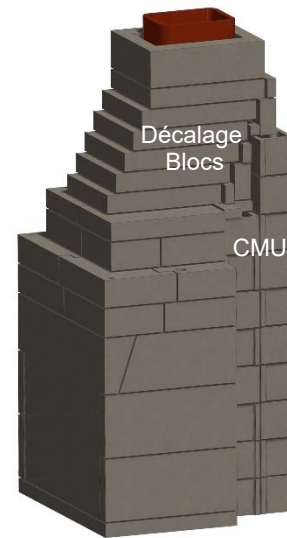

Figure 20. Blocs de décalage et support CMU
C. La cheminée est complétée en empilant autant de sections de conduit que nécessaire pour atteindre la hauteur de la cheminée. Le conduit de cheminée peut être soit droit à travers le plafond et à travers le toit, ou si le foyer est installé sur un mur extérieur, la cheminée peut être extérieure à la maison. Lorsque cela est nécessaire, des blocs de déviation peuvent être utilisés pour la cheminée et doivent être conçus pour soutenir structurellement la déviation avec des CMU ou des poteaux en acier fabriqués sur mesure et/ou des cornières capables de supporter le poids et la hauteur de la cheminée. Ne jamais dépasser un angle de 30 degrés lors de la déviation d'une cheminée. Voir la figure 20.